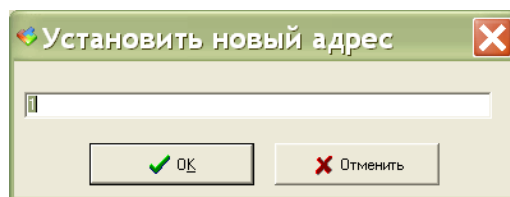

Рисунок 12
7) В открывшемся окне «Установить новый адрес» ввести требуемый адрес, нажать на кнопку «ОК» (рисунок 12). Адрес БПДД-RS будет изменен.